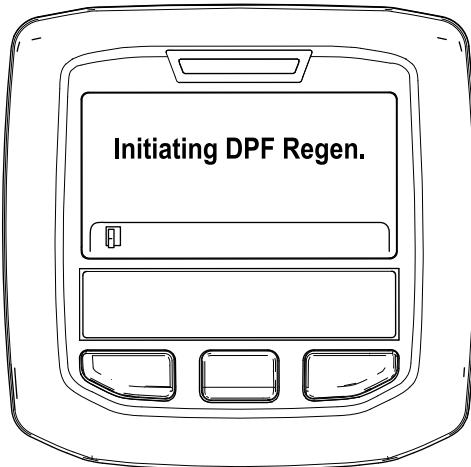

Рисунок 42
- «Initiating DPF Regen» («Начало регенерации DPF») (Рисунок 42).